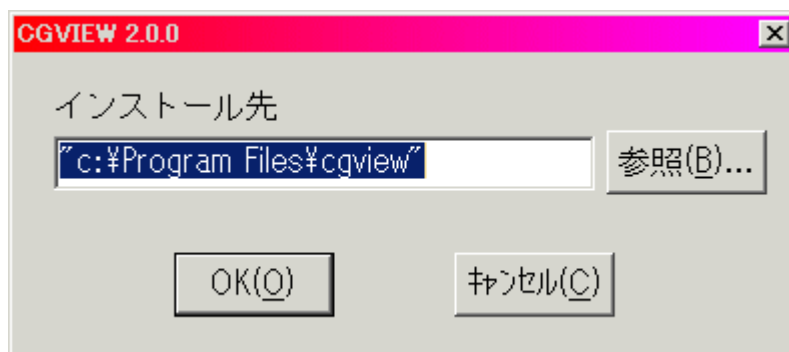

図 4.1 解凍画面
- 2) 図4.1のような自己解凍ソフトが起動するので解凍先を指定し実行します。デフォルトではc:\program files\cgviewに解凍されます。